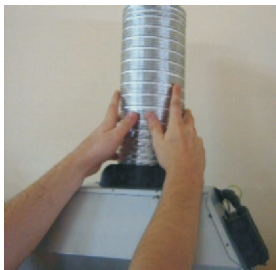

Fig. 11
4. Monter nu aftrækskanalen på studsens og fastspænd denne, da den kan hoppe af ved emhættens maks. hastighed. (Fig. 11).